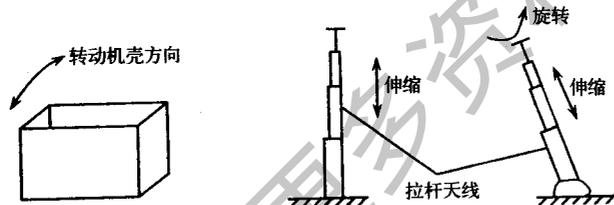

图 1-27 天线调整示意图
① 试听调频波段。试听调频波段主要是要求其音响效果要好,调频立体声的音响效果则要更好。有的调频收音电路具有调谐静噪功能,即在调台过程中无任何噪声,调到电台便出现电台节目声音。没有这一功能的机器,在选台过程中出现调谐噪声是正常的,只要收到电台后没有噪声即可。
② 试听中波段。试听中波段主要是要求高、低端的灵敏度均匀,灵敏度高(能收到的电台多)。若其音响效果明显不如调频节目是正常的。
③ 试听短波段。试听短波段主要是要求低端的灵敏度要高些,选择性要好(能方便调准电台),高端没有机振现象(在收到电台后会跑台或出现喻声说明存在机振)。
④ 天线调整方法。注意中波、短波、调频波段的的天线调整对收音效果影响较大,它们的调整方法也有所不同。中波天线在机内,天线(磁棒)轴线方向垂直于电波传播方向时接收灵敏度为最高,故要通过转动机器方位来改变灵敏度;对接收短波信号而言,要拔出机内天线,呈垂直状态;对于调频波段来说,调整时要使天线长短伸缩,再旋转天线角度。图 1-27 是三种情况正点的的天线调整示意图。